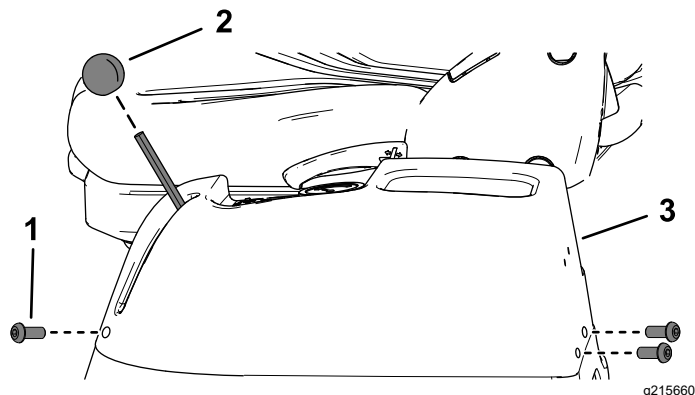

図 74
4. 左側コンソールからソケットヘッドねじ3本を外す 図 74。
5. スロットルレバーのノブを外す 図 74。
6. 左コンソールを持ち上げて外し、わきに置く 図 74。